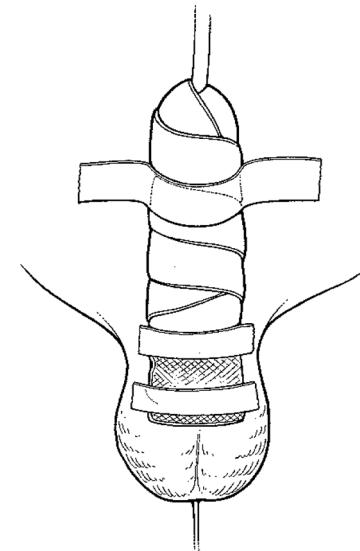

Figura 4-24. Sujeción del pene al abdomen con esparadrapo
5. Sujete el pene al abdomen con esparadrapo (**Figura 4-24**).